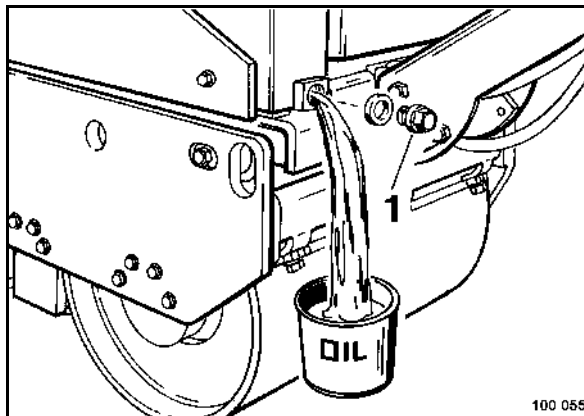

fig. 81
- Dévisser le bouchon de vidange (1) (fig. 81) et laisser écouler l'huile usée dans un récipient approprié.